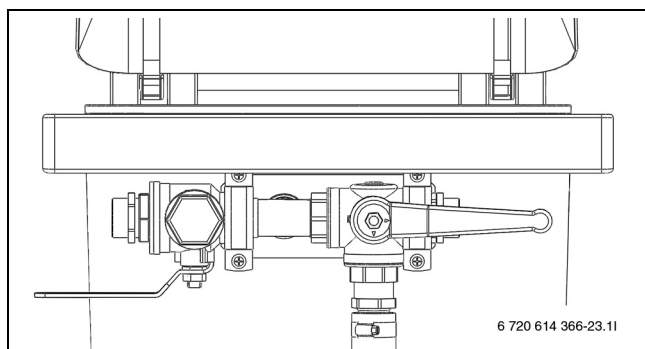

Bild 25 Påfyllnadsstation i påfyllningsläge
- ▶ Vrid ventilerna på påfyllnadsstationen till påfyllningsläge och fyll kretsen med köldbärarvätska (→ Bild 25).